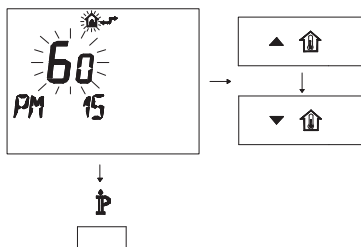

Рисунок 5.26
- Изменяйте заданное значение посредством кнопки ▲ ⏮ или ▼ ⏭ до появления заданного значения 60, подождите, пока заданная цифра не начнет мигать (Рисунок 5.26).